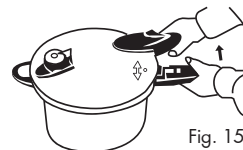

Fig. 15
b) Rodar o punho superior no sentido contrário ao dos ponteiros do relógio (Fig. 15).